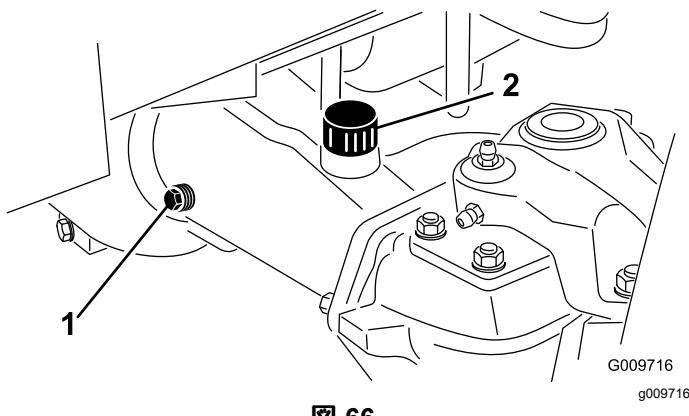

図 66
2. アクスルの一方の端部から点検用プラグを抜き、穴の高さまで潤滑油があることを確認する図 66。